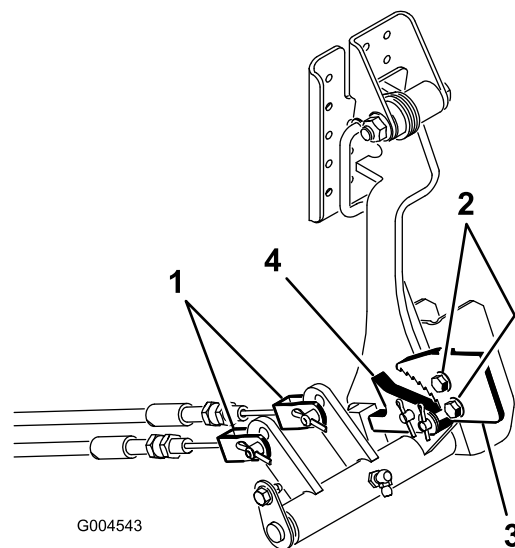

Figura 75
2. Allentate le due viti che fissano il nottolino del freno di stazionamento al telaio (Figura 75).
3. Premete in avanti il pedale del freno di stazionamento finché il fermo non s'innesta completamente nel nottolino del freno (Figura 75).
1. Togliete le coppiglie e i perni con testa che fissano i cavi dei freni all'asta del pedale del freno (Figura 75).